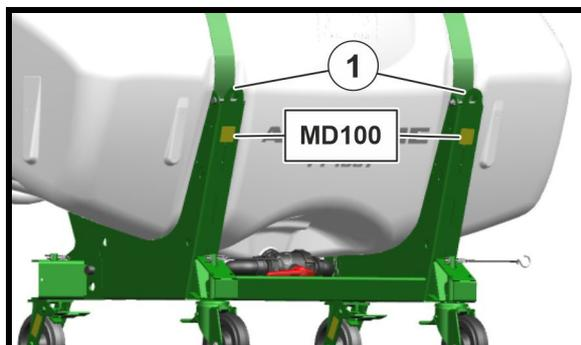

Fig. 3
- due punti di sollevamento anteriori (Fig. 3/1)
Durante il caricamento della macchina utilizzando una gru, è necessario utilizzare i punti di sollevamento contrassegnati (Fig. 3/1) per le cinghie.